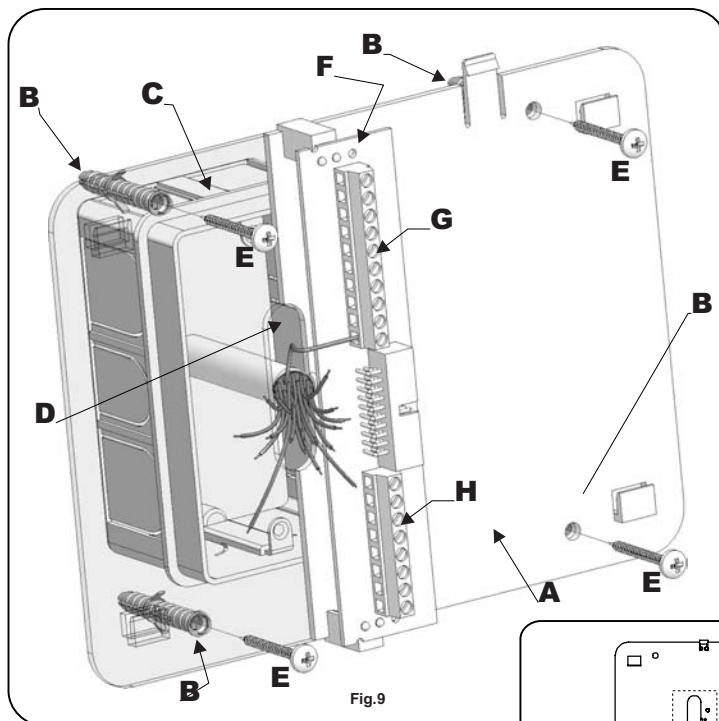
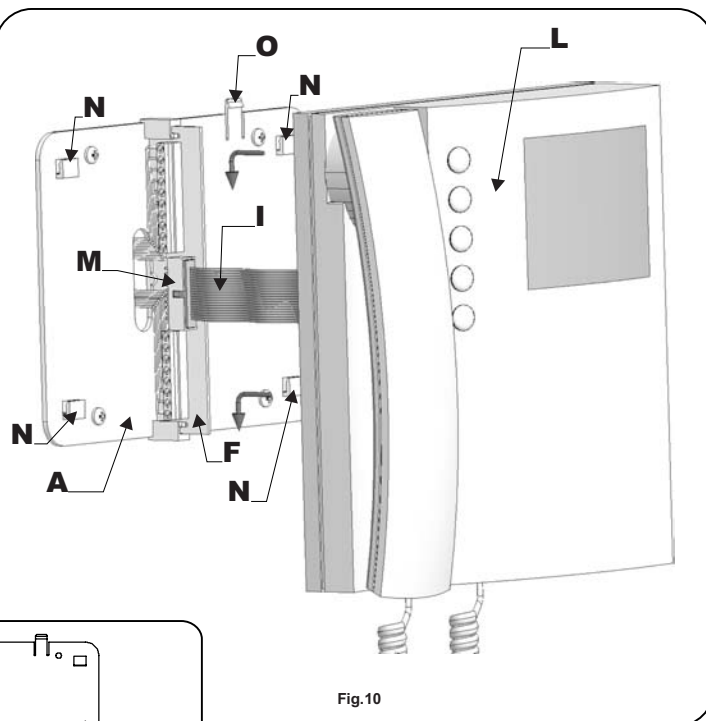

Fig.9
Fig.10
- Appoggiare al muro la piastra di fissaggio **A** come indicato in **fig.11** (135cm da terra); prendere i riferimenti dei quattro fori per l'inserimento dei 4 tasselli ad espansione **B** (**fig.9**) e, nel caso si impieghi, prendere il riferimento per la scatola da incasso **C** (**fig.9**), che dovrà essere murata in posizione centrale rispetto all'apertura **D**, al fine di agevolare il passaggio dei fili come mostrato in **fig.9**.
- Murare (se impiegata) la scatola da incasso⁽¹⁾ **C**, eseguire i 4 fori ed inserire i tasselli ad espansione **B**. Passare i cavi nell'apertura **D** e fissare la piastra **A** con le 4 viti **E** (**fig.9**), utilizzando un cacciavite a croce.
- Appoggiare la scheda di connessione **F** sulla piastra **A** come mostrato in **fig.9**; inserire⁽²⁾ i fili (che devono essere più corti possibile) nelle morsettiere **G** ed **H** e serrare con un cacciavite a taglio.
- Fissati i fili, sfilare la scheda di connessione **F** (**fig.9**), ruotarla di 90° in senso antiorario ed infilarla nella propria sede come mostrato in **fig.10**.
- Avvicinare, come da **fig.10**, il videocitofono **L** alla piastra **A** per agevolare la connessione del flat **I**.
- Come mostrato in **fig.10** inserire il connettore del flat **I**, che fuoriesce dalla parte posteriore del videocitofono, nel connettore **M** della scheda di connessione **F**.
- Facendo corrispondere le 4 fessure presenti sulla base del videocitofono **L** con i 4 incastri **N** della piastra **A**, appoggiare il video sulla piastra e spingerlo verso il basso fino allo scatto, compiendo un movimento come mostrato dalle frecce in **fig.10**.
- Place the mounting plate **A** against the wall as shown in **fig.11** (135cm from floor level); and mark the fixing holes for the four wall plugs **B** (**fig.9**) and for the back box **C** if used (**fig.9**) which must be flushed into the wall in line with the opening **D** as shown in **fig.9**.
- Once the back box⁽¹⁾ **C** is flushed into the wall (if used), drill the four fixing holes and insert the wall plugs **B**. Thread the cables through the opening **D** and fix the mounting plate **A** to the wall with the 4 screws **E** (**fig.9**), using a Philips screwdriver.
- Fit the PCB **F** against the mounting plate **A** as shown in **fig.9**; insert the wires⁽²⁾ (As short as possible) into terminals **G-H**. Secure them using a terminal screwdriver.
- Unclick the PCB **F** (**fig.9**), rotate it 90° anticlockwise and fit it into its housing as shown in **fig.10**.
- As shown in **fig.10**, move the videophone **L** close to the mounting plate **A** so that the ribbon cable will reach the connector **I**.
- As shown in **fig.10**, connect the female plug on the ribbon cable **I** coming from the videophone to the male plug connector **M** on the PCB **F**.
- Place the videophone **L** against the 4 hooks **N** on the mounting plate **A** and push down: the videophone will automatically lock into place using clasp **O** as shown in **fig.10**.